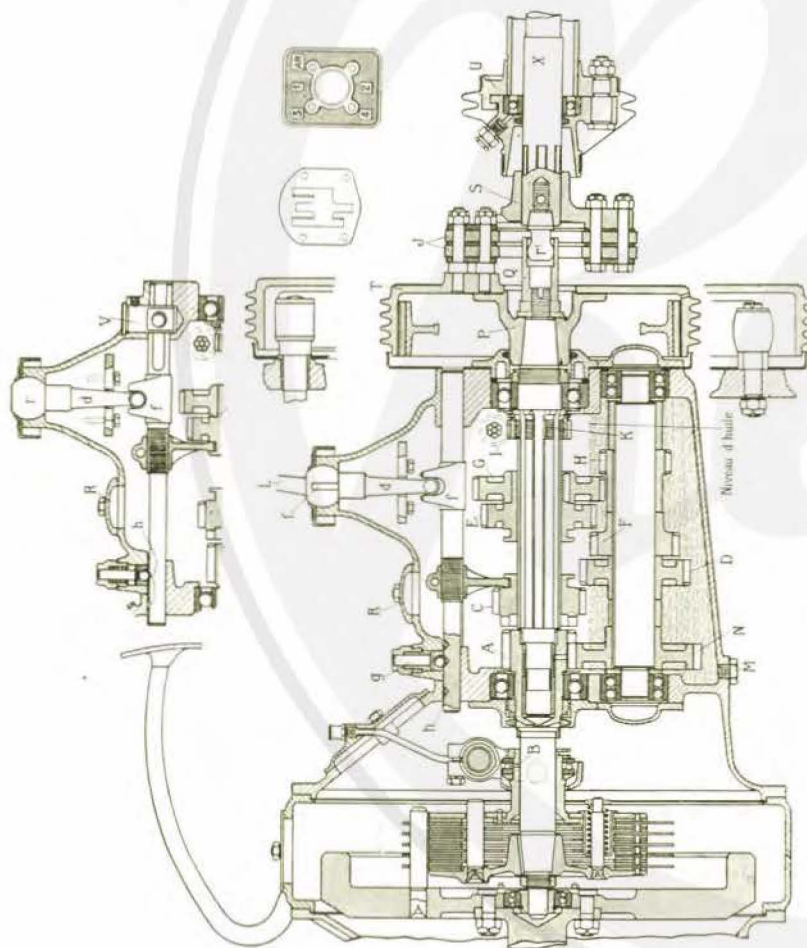
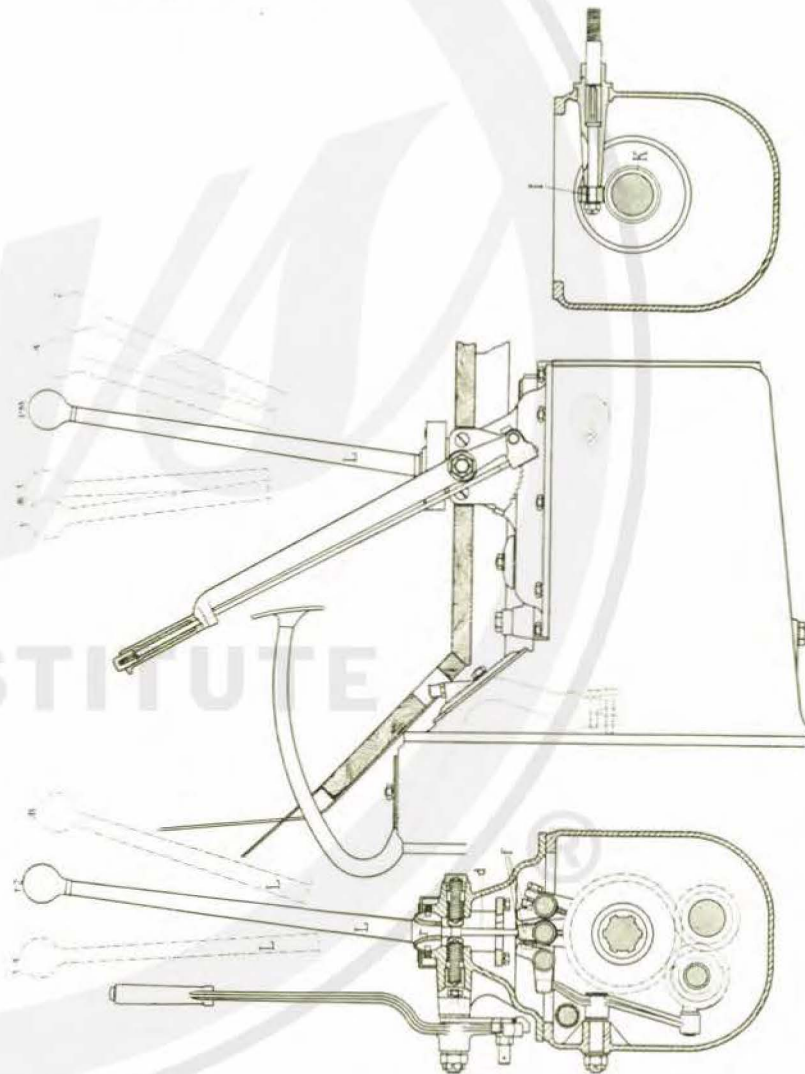

Fig. 7.
Fig. 8.
L'embrayage est à disques, selon les traditions les plus anciennes de la Maison. La figure 7 permet de comprendre le fonctionnement. Nos fidèles clients savent l'agrément d'un démarrage sur des disques ; ils savent aussi de quelle protection automatique ce système couvre tout le mécanisme. Nous recommandons d'étudier avec soin le réglage de la position de la pédale, comme il est indiqué page 33. (Voir page 33, la note sur l'usage de l'embrayage et aussi la figure 8).
pratiques dans le carter de la boîte et son couvercle (fig. 7 et 8). Ce mouvement est obtenu par le pivotement du doigt *d* autour de la rotule *r* du levier *L*. Ce doigt s'engage à volonté suivant la position donnée au levier, dans l'une ou l'autre des petites fourchettes *f*. Les positions que l'on peut donner au levier *L* pour obtenir l'engrènement des pignons correspondant aux différentes vitesses et à la marche arrière sont indiquées sur la grille rectangulaire que montre la figure 7. Le levier *L* est rappelé à la position du point mort par deux ressorts transversaux (fig. 8).
**TRANSMISSION-RÉACTION.** — La liaison entre l'arbre des baladeurs de la boîte de vitesses et l'arbre de transmission de la puissance motrice au pont arrière est assurée par un joint flexite J (fig. 7). L'arbre des baladeurs porte à son extrémité arrière une partie conique sur laquelle est fixé le manchon P, à la collerette duquel est fixé par vis rivées, le tambour de frein T. Le manchon P est maintenu en position par la douille Q vissée sur l'extrémité filetée de l'arbre des baladeurs. La douille Q est alésée intérieurement pour recevoir la rotule *r* fixée à l'extrémité de l'arbre de transmission. L'ensemble de cette douille et de cette rotule constitue le système de centrage du joint flexite J. Celui-ci comporte deux rondelles portant une série de trous qui se correspondent et servent à le fixer d'une part, sur les broches portées par le tambour de frein et, d'autre part, sur d'autres broches portées par le manchon S de l'arbre de transmission T.
Cet arbre est entouré par le tube de réaction (fig. 7) à l'extrémité duquel se trouve une glissière circulaire U (faisant l'objet de l'un de nos brevets) et dont la fonction est d'atténuer les frottements dus aux pivotements produits par les dénivellations de la route. Cette glissière est protégée contre la pluie et la boue par un cuir embouti. Le tube de réaction traverse un étrier porté par la traverse milieu du châssis. Ce dispositif a pour but d'empêcher la chute du tube par pivotement autour du pont arrière en cas de rupture du joint flexite.
**Frein sur mécanisme.** — Le frein sur mécanisme (fig. 7) se compose du tambour T fixé comme il a été dit sur le manchon P. Ce tambour est muni à sa périphérie d'ailettes concentriques à l'axe de l'arbre des baladeurs de la boîte des vitesses et qui assurent son refroidissement. A l'intérieur du tambour, s'écratent deux segments garnis de Ferrodo, qui viennent s'appuyer sur lui et par le frottement ainsi obtenu assurent le freinage.
Ces segments ont leur axe d'oscillation commun figuré sur le cartouche inférieur de la figure 7. Leur écartement est commandé par une came portée par l'extrémité d'un arbre dont la rotation est commandée par la pédale (cartouche supérieur de la figure 7).